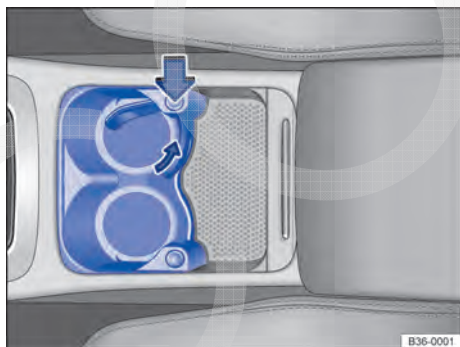

Fig. 231 No console central: porta-bebida dianteiro.
- Apertar o botão ⇒ Fig. 231 (seta grande) para liberar o suporte.
- Desrosquear o engate do suporte de sua fixação, girando no sentido contrário ao da seta menor ⇒ Fig. 231 e removê-lo.